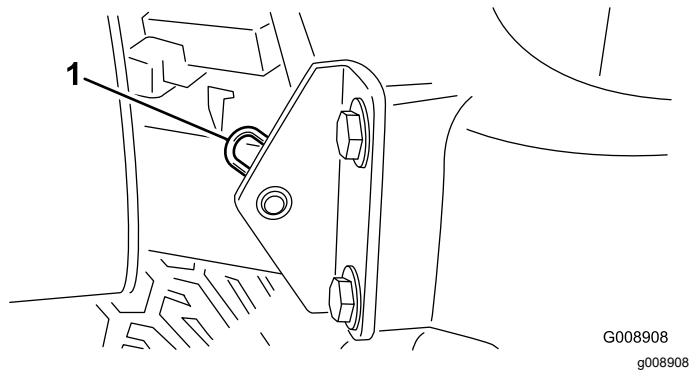

Figura 43
2. Tire o perno de gancho que fixa a articulação do capot aos suportes de montagem (Figura 43).